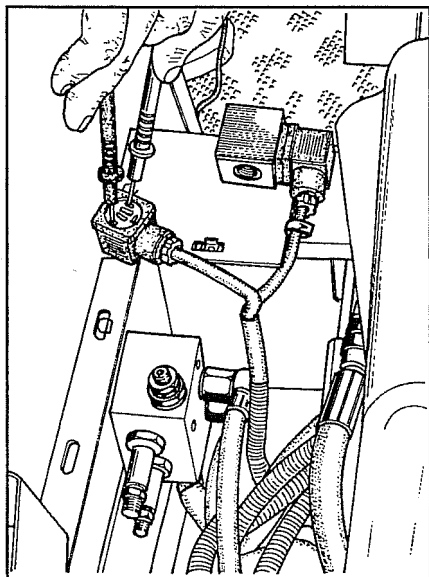

Fig. 3
- 4 A quadro acceso, sulla spina del cavo doppia trazione (quello non contrassegnato), verificare con tester che arrivi una tensione di 12 V, vedi fig. 3. Questo valore deve scendere a 0 V premendo contemporaneamente i pedali freno, oppure scendere ad un valore tra 5,6 V e 2 V premendo il pulsante della doppia trazione (i valori tra 5,6 V e 2 V vengono rilevati per effetto di correnti indotte).